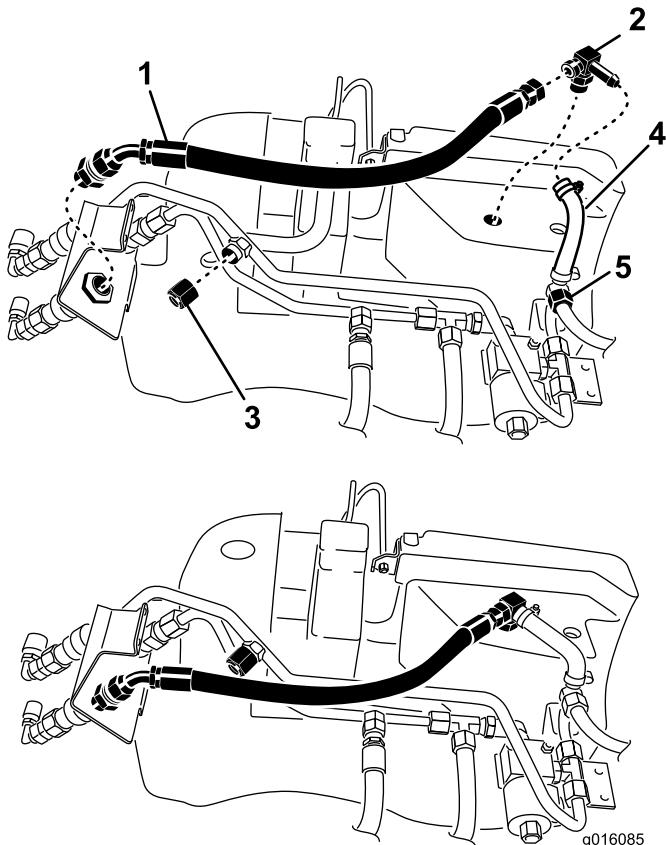

Figure 9
- Posez le petit raccord en T neuf sur le réservoir hydraulique. Positionnez le raccord comme illustré à la Figure 9.
- Raccordez le petit flexible moulé au nouveau raccord en T et au petit tube hydraulique avec les colliers déposés précédemment (Figure 9).
- Reposez le bouchon hydraulique sur l'orifice de conduite hydraulique (Figure 9).
- Branchez, sans le serrer, le flexible hydraulique neuf au coupleur et au petit raccord en T (Figure 9).